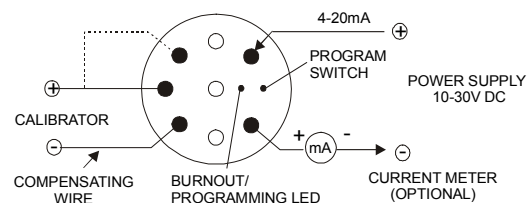

Figura 3
1. Conecte el circuito como muestra la figura 3 y programe el calibrador de TC a la temperatura requerida a 4mA, encienda y espere 2 minutos para precalentamiento (mejor precisión).